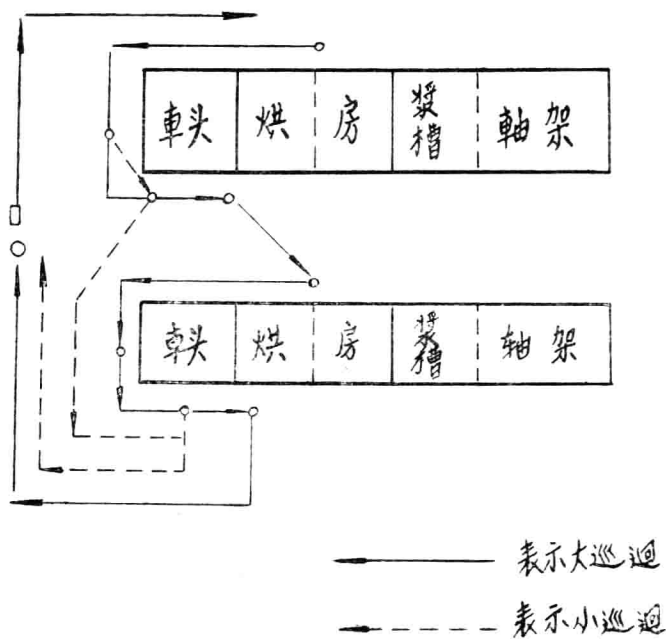

图 2
(2)浆纱挡车工看管二台的一大一小巡回（左机台大巡回右机台小巡回，右机台大巡回左机台小巡回），见图 2。